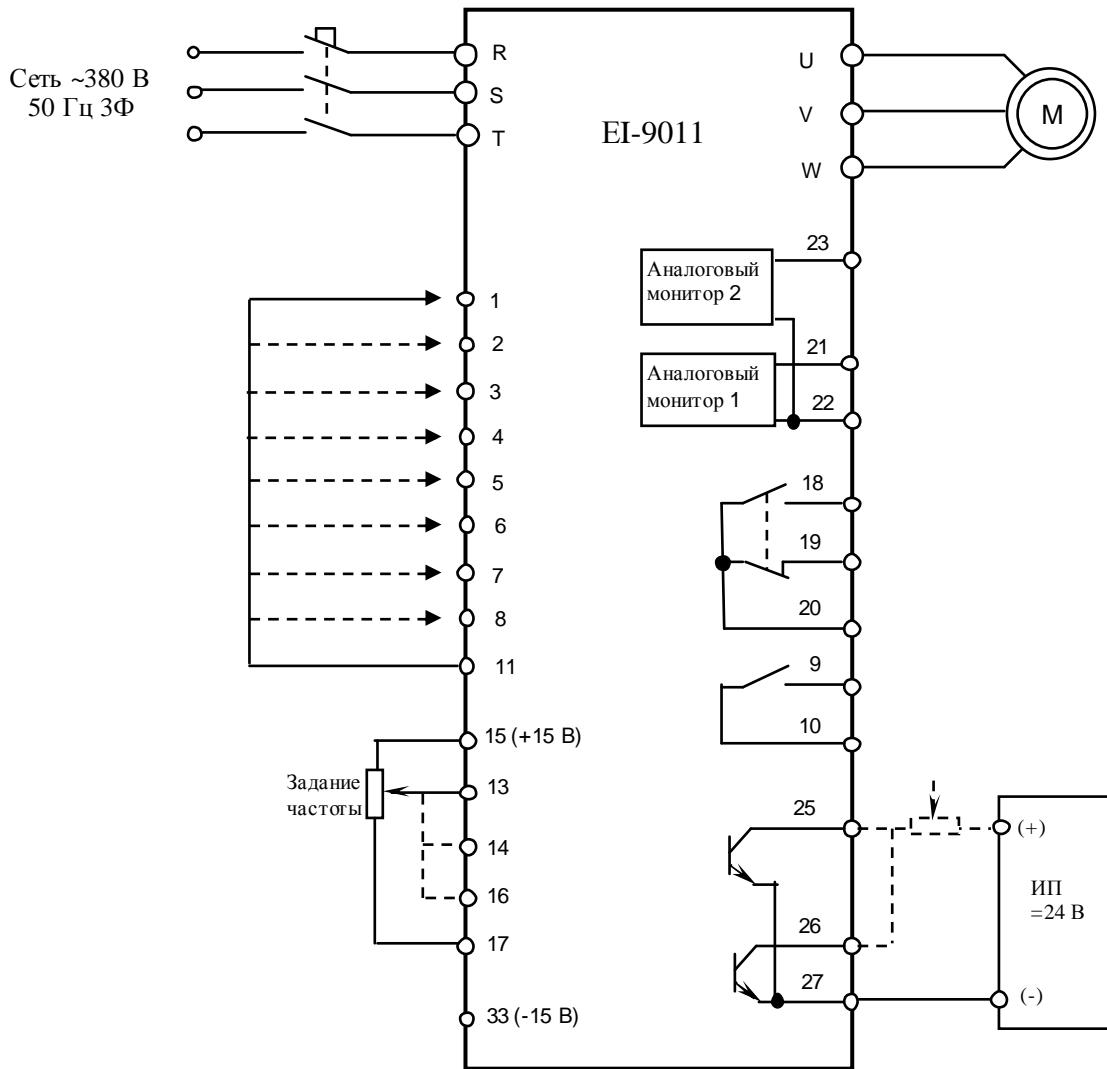

Рис. 4.12. Диагностика входных и выходных цепей управления преобразователя EI-9011.
- 4.12.1. Подключить электродвигатель к выходным клеммам U, V, W (рис.4.12).
4.13.18. Отсоединить потенциометр от клемм 15, 16, 17 и присоединить его к клемме 25 и к источнику питания =24 В, как показано на рис. 4.12. Включить источник питания. При помощи мультиметра в режиме измерения постоянного напряжения V= измерить напряжение между клеммами 25 и 27 – должно быть $=24 \pm 2$ В.